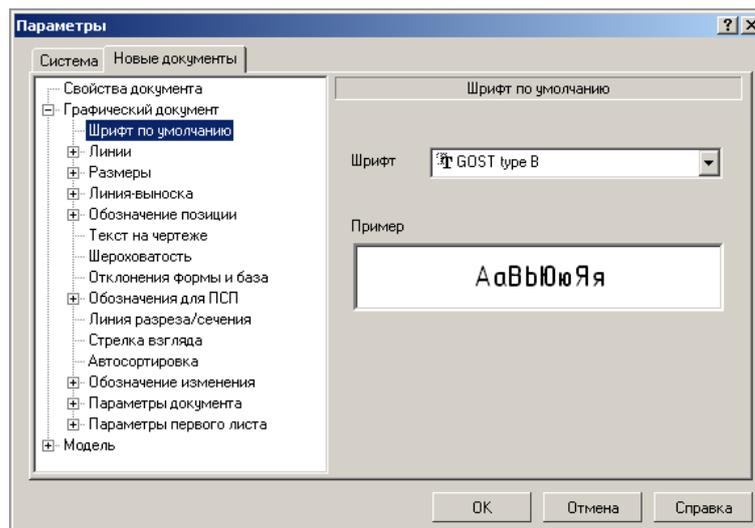

Рис. 15.9.
3. Выведите диалоговое окно установки параметров **Шрифт по умолчанию** (рис. 15.9) и выберите – **GOST type B** (ГОСТ тип В).